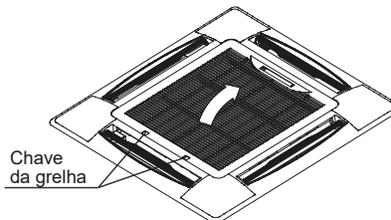

Fig. 4-12
1) Deslize simultaneamente as duas chaves da grelha para o meio e puxe para cima. (Consulte a Fig. 4-12)